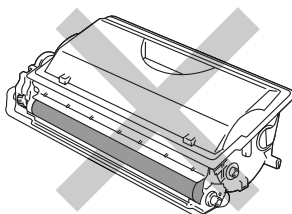

Figura 5-7
- Non toccare le parti raffigurate in grigio nella figura 5-7.